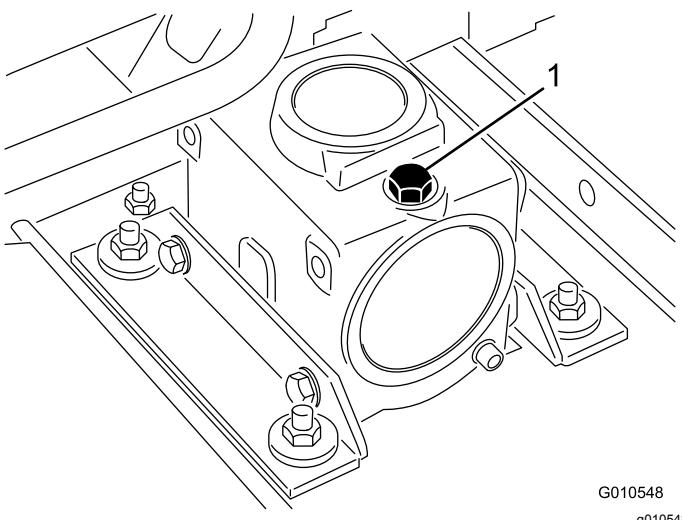

Figura 20
2. Coloque a máquina e a unidade de corte numa superfície plana e baixe a unidade de corte. Retire a vareta/tampão de enchimento da parte superior da caixa de velocidades (Figura 20) e verifique se há lubrificante entre as marcas da vareta. Se o nível de lubrificante estiver baixo,